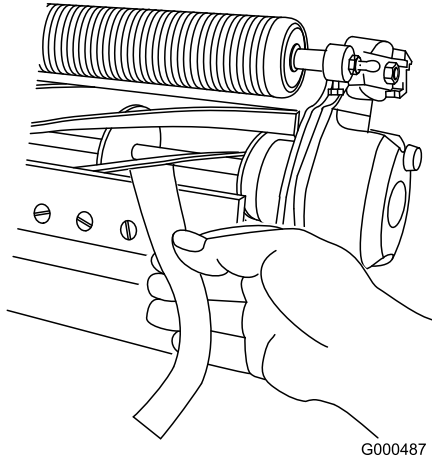

图 7
B. 在滚刀与底刀之间插入一长条剪切性能纸纸要与底刀垂直图 7 然后缓慢向前旋转滚刀此操作应能切断性能纸如果不能请重复步骤 A 和 B 直至切断为止。
11. 在滚刀与底刀之间插入一长条剪切性能纸 Toro 零件号 125-5610 纸要与底刀垂直图 7 然后缓慢向前旋转滚刀此操作应能切断性能纸如果不能将每个底刀架调节螺栓都顺时针旋转 1 格直至切断为止。